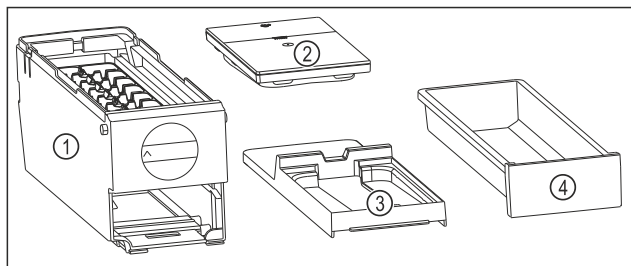

Fig. 122 Sastavni dijelovi sustava EasyTwist-Ice
- EasyTwist-Ice je rastavljen u četiri dijela. (pogledajte Fig. 122)
- ▶ Sustav EasyTwist-Ice rastavite samo u dijelove prikazane slikom. (pogledajte Fig. 122)
- ▶ Tijelo sustava EasyTwist-Ice Fig. 122 (1) čistite kao cjelinu.